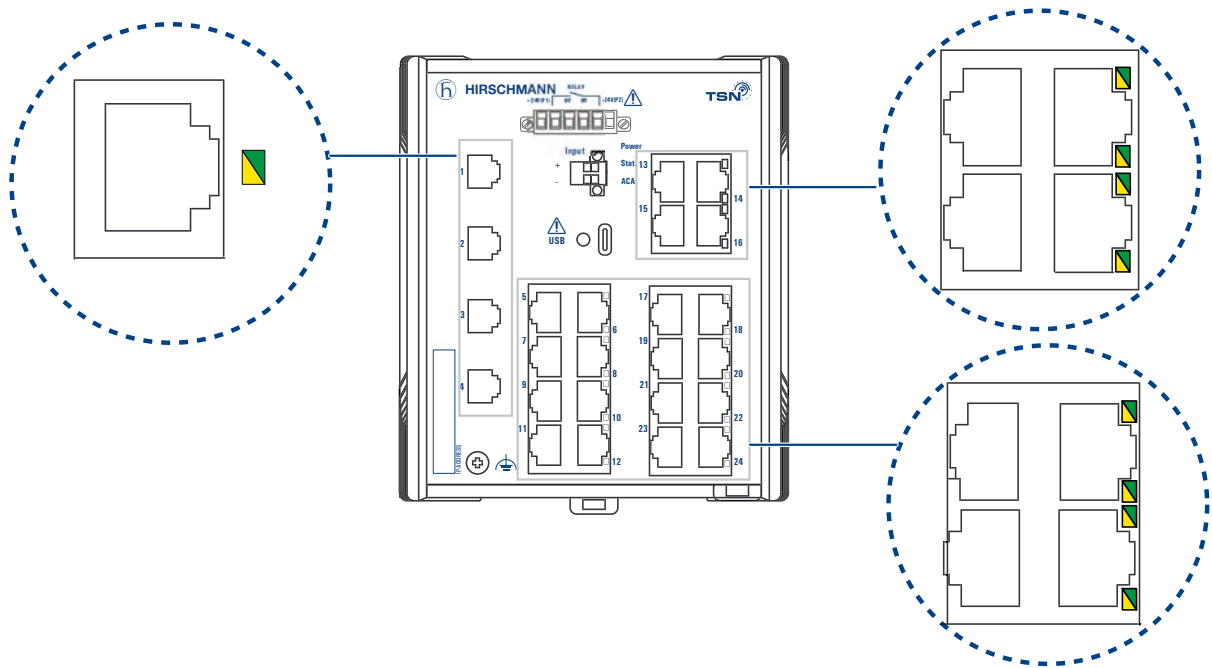

Abb. 4: Position der LED-Anzeigeelemente bei Gerätevarianten mit 24 × RJ45-Buchsen
- Die Position der LED-Anzeigeelemente bei Gerätevarianten mit 20 × RJ45-Buchsen entnehmen Sie der Abbildung 4.